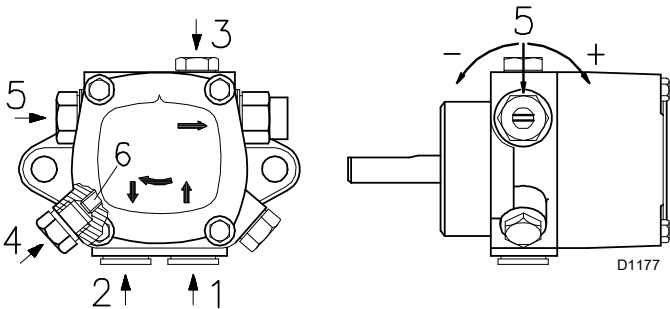
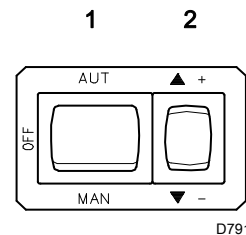

图 25
图 26
图例 (图 25)
- ▶ 启动自吸功能时，松开油泵 (图 25) 上的螺丝 3 (图 25)，排出进油管路中的空气。
- ▶ 闭合启停开关，启动燃烧器，将开关 1) (图 26) 置于“手动 (MAN)”位置，开关 1) (图 6) 置于“轻油 (OIL)”位置。
- ▶ 当有轻油从螺丝 3) (图 25) 处流出时，可认为油泵已启动。将燃烧器停机：将开关 1) (图 26) 设定在“停机 (OFF)”处并拧紧螺丝 3) (图 25)。